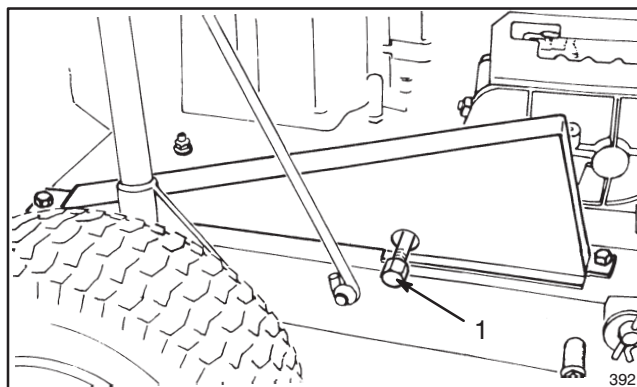

Figure 10
5. Retirer le bouchon de vidange (Fig. 10).